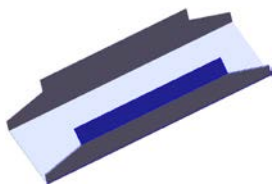
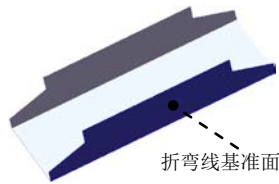

图 11.2.9 绘制的折弯 1
图 11.2.10 折弯线基准面
Step5. 创建图 11.2.9 所示的钣金特征——绘制的折弯 1。
(1) 选择命令。选择下拉菜单 **插入(I)** → **钣金(B)** → **绘制的折弯(S)...** 命令 (或单击“钣金”工具栏上的“绘制的折弯”按钮 )。
(2) 定义特征的折弯线。
① 定义折弯线基准面。选取图 11.2.10 的模型表面作为折弯线基准面。